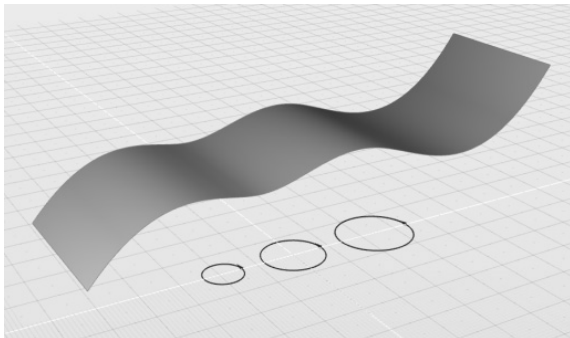

图 4-26 打开练习文件
1) 打开素材文件夹“练习（4.3.1_3）”中的 Evolve 文件，此文件中包含 3 条曲线圆，即“圆#1”“圆#2”和“圆#3”，以及一个“曲面#1”，如图 4-26 所示。